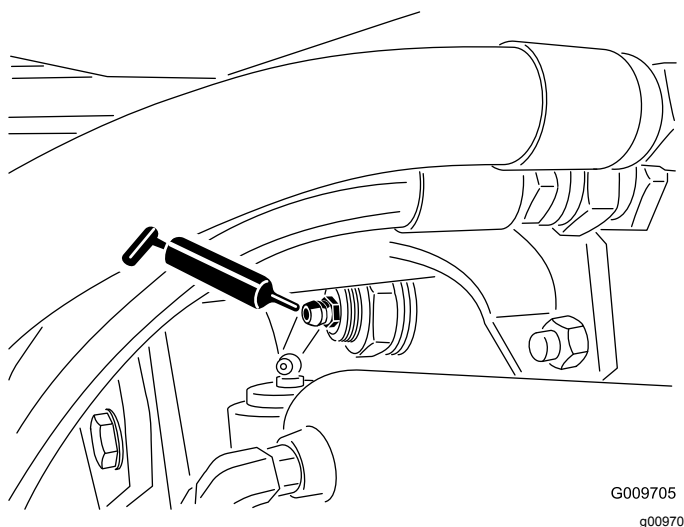

Рисунок 47
- Втулки шарниров задней оси (2 шт.) (Рисунок 47)